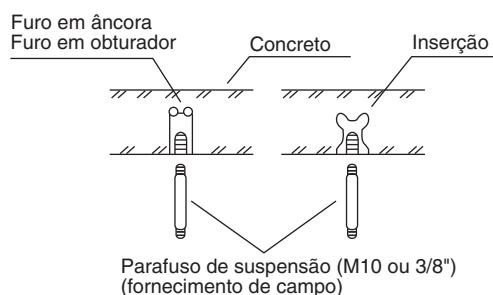
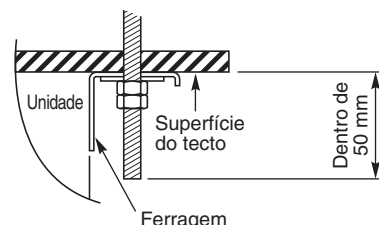

Fig. 3-6
Fig. 3-8
- (2) Faça os furos nos 4 pontos indicados no diagrama em escala completa.
- (3) Dependendo do tipo de tecto:
- a) Insira os parafusos de suspensão (Fig. 3-6).
- (4) Aparafuse os parafusos de suspensão, deixando-os protuberantes desde o tecto (Figs. 3-6 e 3-7). A distância de cada parafuso exposto deve ser igual dentro de 50 mm. (Fig. 3-8)